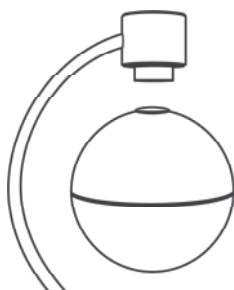

Fig.5
2. Potreste trovare più semplice portare la sfera nella posizione corretta partendo dal basso. Tenete la sfera con entrambe le mani, mantenendo gli avambracci appoggiati. Tenete la sfera (polo nord in alto, scritta leggibile) circa 2 – 3 cm in linea perpendicolare sotto la testa magnetica superiore (v. Fig. 5). Ora, spostate lentamente la sfera verso l'alto, millimetro per millimetro, in linea perpendicolare rispetto alla testa magnetica. Una volta raggiunta una distanza di circa 10 mm, percepirete un piccolo sbalzo della sfera.